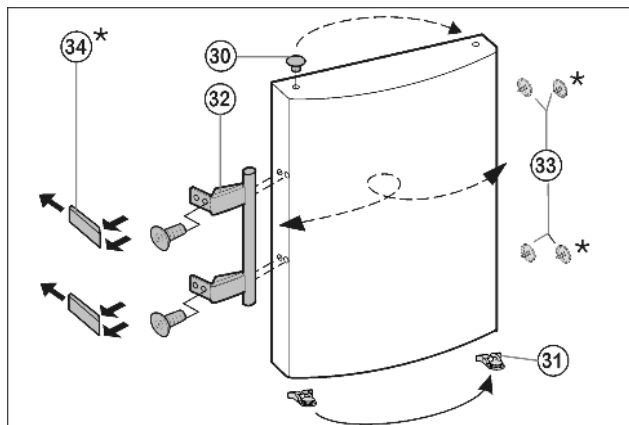

Fig. 8
- ▶ Wyciągnąć wkładkę Fig. 8 (30) z zawiasu drzwi i przenieść na drugą stronę.
- ▶ Zdemontować uchwyt drzwi Fig. 8 (32), zatyczki Fig. 8 (33) oraz płytki dociskowe* Fig. 8 (34) i przenieść je na przeciwną stronę.